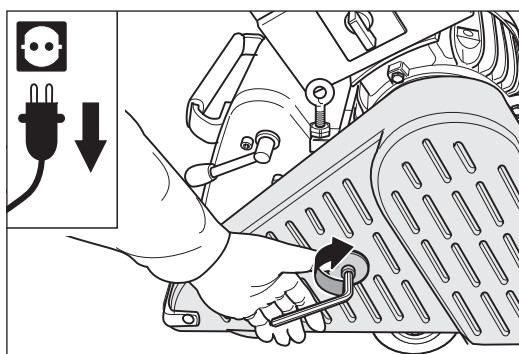

Abb. 106 Den Riemenschutz schließen.
- 8 Schließen Sie den Riemenschutz (Abb. 106).